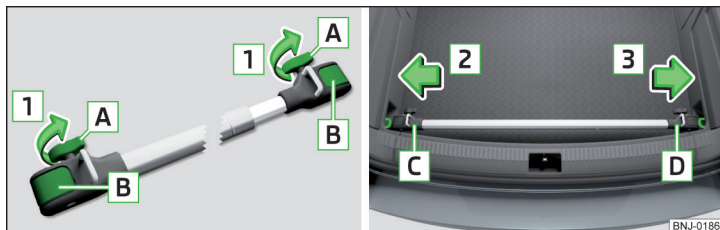

Fig. 105 Montaggio della traversa: allentare le viti e sbloccare i supporti / posizionare la traversa sugli occhielli di ancoraggio
- Per il **montaggio** allentare completamente le viti **A** in direzione delle frecce **1** ed estrarle parzialmente. I supporti **B** si sbloccano » fig. 105.